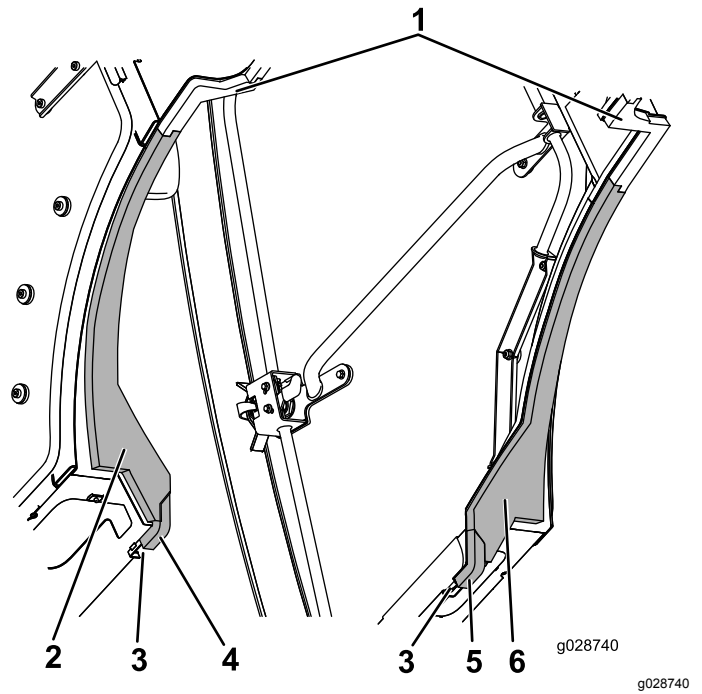

Bild 62
4. Fluchten Sie die innersten Kanten der linken und rechten Tank-Schaumstoffdichtungen mit den linken und rechten mittleren Schaumstoffdichtungen aus und verklinken die Nasen (Bild 62).
5. Drücken Sie die vordere Kante der linken, mittleren und rechten seitlichen Schaumstoffdichtung gegen den Kanal und verklinken die abgewinkelte Hinterkante der Schaumstoffdichtung mit der Tank-Schaumdichtung (Bild 62).